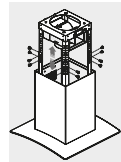

Figura 7
- Asegure la campana al soporte de fijación instalado en el techo usando 16 tornillos M4X8. De acuerdo con la altura deseada y considerando el rango indicado en la sección anterior, elija las perforaciones adecuadas para el ensamble como se muestra en la (Figura 7).